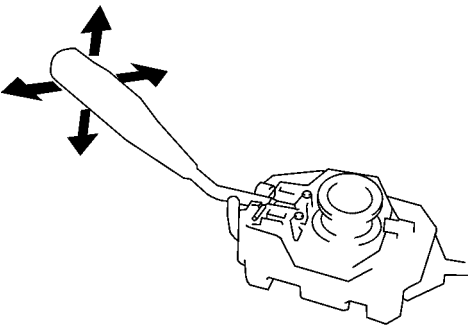

图 18-71 检查开关动作是否灵活
- 1) 在将灯控制开关装到开关体之后，应检查开关动作是否灵活，如图 18-71 所示。